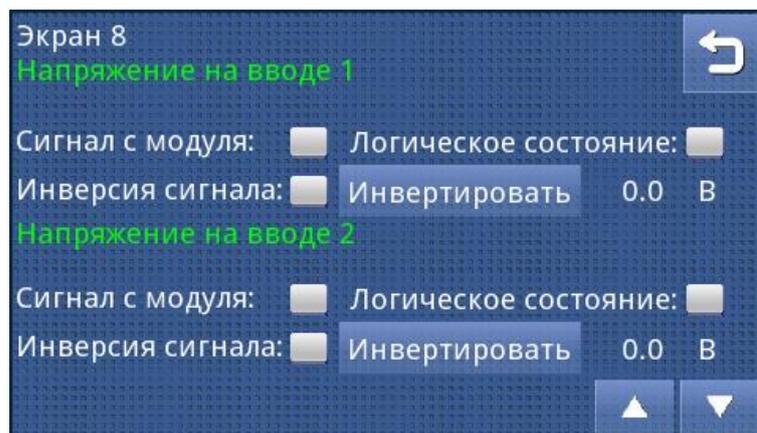

Рисунок 2.5 – Экран раздела меню «Настройка сигналов» (сигналы без контроля линии связи)
- текущее значение входного сигнала (для сигналов без контроля линии связи, см. рисунок 2.5).